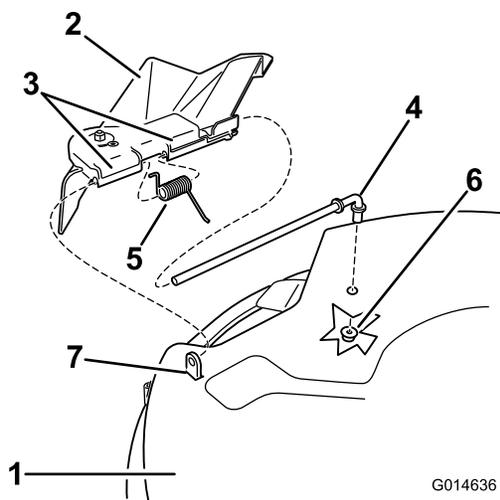
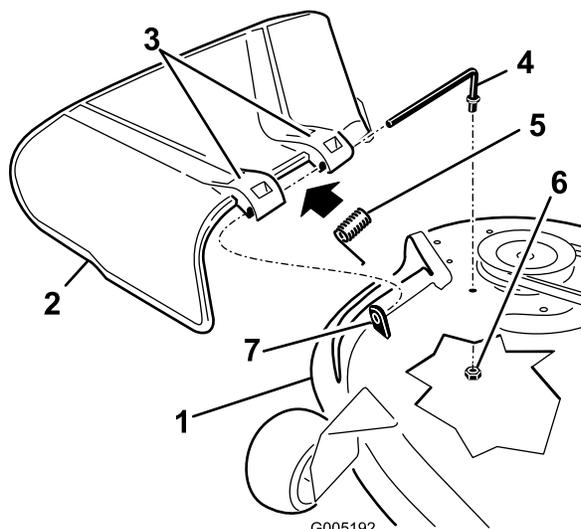

Figura 65
Figura 66
1. Togliete il dado (3/8 poll.) dall'asta sottostante il tosaerba (Figura 65 e Figura 66).
2. Estraete l'asta dal distanziatore corto, dalla molla e dal deflettore dell'erba (Figura 65 e Figura 66).
4. Sostituite il deflettore dell'erba tagliata (Figura 65 e Figura 66).
7. Fate scorrere l'asta attraverso la seconda staffa del deflettore dell'erba (Figura 65 e Figura 66).
9. Fissate l'estremità posteriore dell'asta nel tosaerba con un dado (3/8 poll.), come mostrato nella Figura 65 e nella Figura 66.